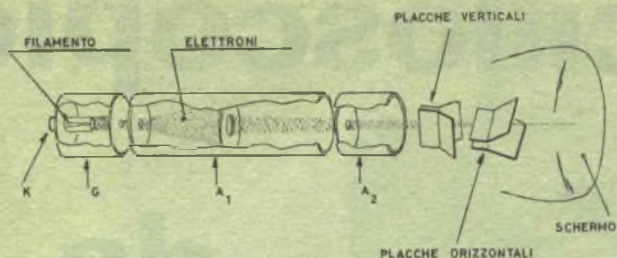

Fig. 1 - Schema di principio del tubo a raggi catodici.
**Costruzione** Si montino i vari componenti sulla piastrina del circuito stampato, come indicato nella fig. 4. I numeri riportati nella parte inferiore del circuito stampato corrispondono alle varie posizioni dei due commutatori (vedi schema elettrico della fig. 1). A questi, pertanto, andranno collegati i conduttori che vanno ai contatti mobili dei commutatori. In corrispondenza dei numeri 6, 11 e 16
Basta osservare la *fig. 1* per rendersi conto della sua costituzione; da un catodo di forma particolare vengono emessi elettroni i quali sono concentrati in un fascetto alquanto ristretto ed obbligati, attraverso campi elettrici acceleratori, al bombardamento di uno schermo frontale sul quale sono stati deposti ossidi fluorescenti. Il bombardamento degli elettroni sullo schermo eccita la fluorescenza e perciò nel